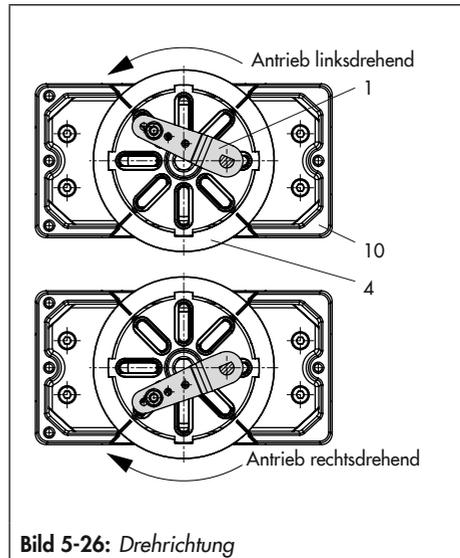

Bild 5-26: Drehrichtung
6. Stellungsregler auf das Gehäuse (10) setzen und festschrauben. Dabei den Hebel (1) so ausrichten, dass er unter Berücksichtigung der Drehrichtung des Antriebs mit seinem Abtaststift in den entsprechenden Schlitz eingreift (vgl. Bild 5-26).